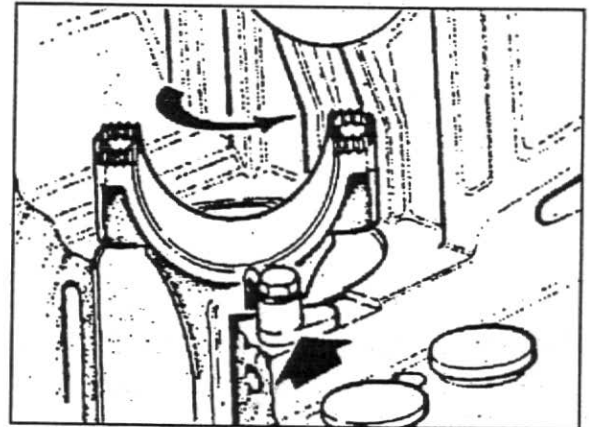

Fig. 15
4. Nos motores turboalimentados, temos um injetor de óleo lubrificante para cada cilindro do motor. Durante a montagem do êmbolo na camisa, observe a posição do corpo da biela em relação ao injetor, evitando a quebra do seu tubo de injeção, fig. 15.